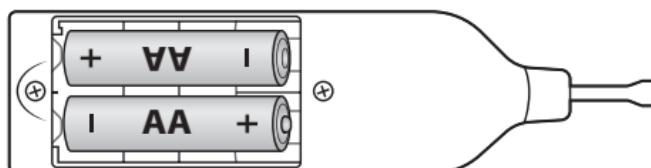

Fig. 1
- ◆ Introduisez les piles, comme indiqué dans le compartiment à piles **4**, dans le dispositif fondeur de cire **1** (voir fig. 1).